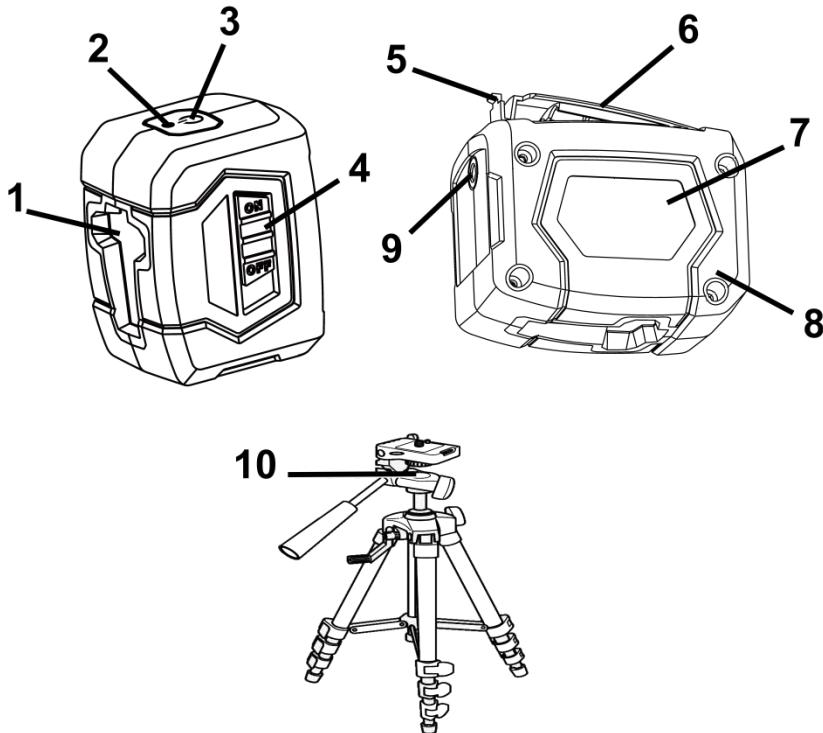

Рисунок 1
Ці два промені формують на протилежному від рівня об'єкті дві взаємно-перпендикулярні лінії, горизонтальну і вертикальну. Протягом приблизно чотирьох секунд рівень автоматично вирівнюється. По закінченню процесу вирівнювання індикатор 2 (рисунок 1) заблимає зеленим кольором. Якщо індикатор 2 блимає червоним кольором, це означає, що рівень встановлений з боковим або фронтальним нахилом, більшим ніж  $+/- 4^{\circ}$ .
**6.2 Виріб, очищений від пилу і бруду, має зберігатися в упаковці підприємства-виробника в сухих провітрюваних приміщеннях при температурі навколошнього середовища від плюс  $15^{\circ}\text{C}$  до плюс  $30^{\circ}\text{C}$ , відносною вологістю повітря не більше 80% і відсутністю прямого впливу атмосферних опадів. При зберіганні і транспортуванні кнопка 4 (рисунок 1) повинна бути зрушена вниз. Упаковка повинна зберігатися до закінчення гарантійного терміну експлуатації виробу.**